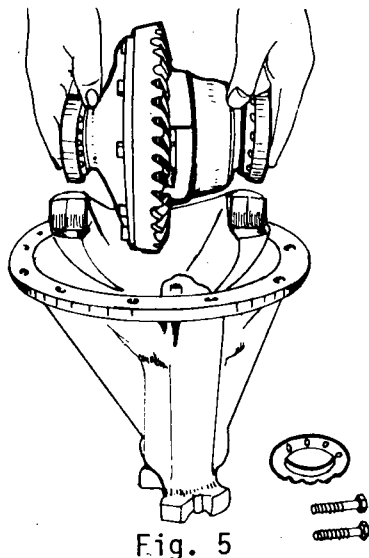

Fig. 5
- a Coloque os anéis externos dos rolamentos e instale a caixa no cârter do diferencial (fig. 5).